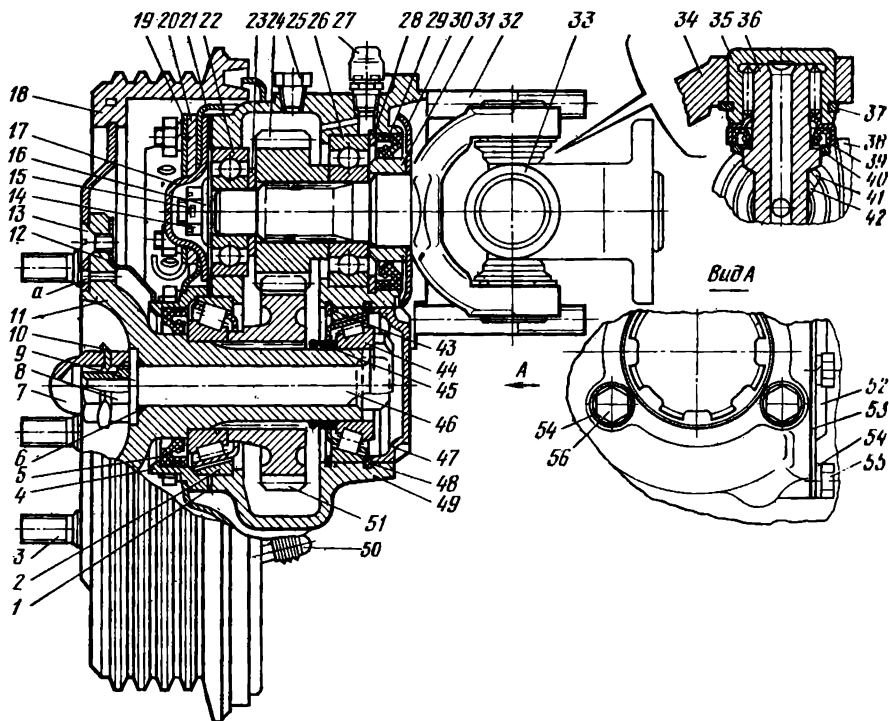
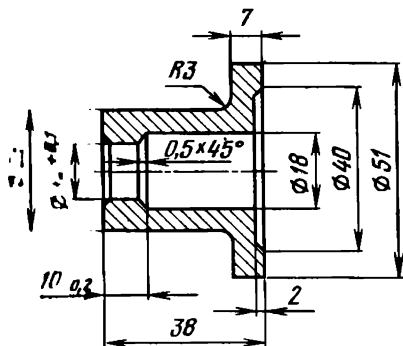
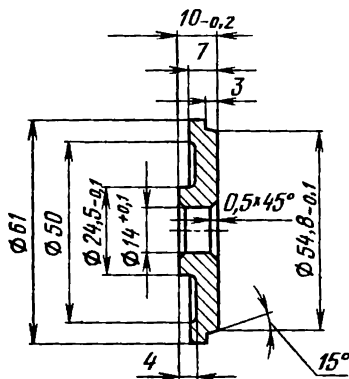
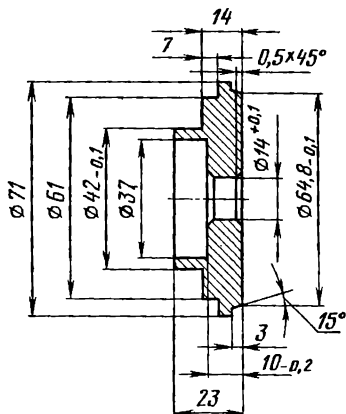

Рис. 145. Колесный редуктор:
Рис. 146. Оправка для выпрессовки и запрессовки наружного подшипника ведущего вала
Рис. 148. Оправка для запрессовки внутренних подшипников
Рис. 149. Оправка для запрессовки манжет и наружного подшипника вала
Колесный редуктор (рис. 145) состоит из двух прямозубых шестерен, установленных на валах и картере, отлитом из ковкого чугуна. Ведущая шестерня 24 установлена на шлицах ведущего вала 34, изготовленного за одно целое с ведомой вилкой карданного шарнира. Ведущий вал установлен на двух радиальных подшипниках 22 и 26 и удерживается от осевого перемещения стопорным кольцом 28. Ведомая шестерня 51 установлена на шлицах ведомого вала 11 и фиксируется на валу пружиной ведомой шестерни 13, которая обеспечивает возможность регулировки конических подшипников 2 и 44, на которых установлен ведомый вал редуктора. Регулировка зазора в конических подшипниках осуществляется с помощью болта 46 и гайки 8, которая стопорится шайбой 10 и гай-
**Замена масла** производится сразу после езды, пока масло находится в нагретом состоянии. Для ускорения слива масла, кроме пробки 55, необходимо вывернуть пробку 25 (см. рис. 145). Для удаления механических примесей, оседаемых на стенках картера редуктора, необходимо промыть редуктор. Для этого, завернув сливную пробку, следует залить в картер 0,08 л веретенного масла марки АУ ГОСТ 1642—75 и проехать на автомобиле 300...500 м. Затем промывочное масло нужно слить и заправить редуктор чистым маслом согласно химмотологической карте. Уровень масла в картере колесного редуктора должен быть не ниже нижней кромки контрольного отверстия, закрываемого болтом 56.
2. Отогнуть стопорную шайбу 10 (см. рис. 145) с грани гайки 7 и отвернуть гайку, снять шайбу 10;
Повреждение уплотнительного кольца 48 (см. рис. 145) или прокладки 53	Заменить поврежденные детали
отвернуть болт 55 (см. рис. 145), слить масло и очистить редуктор от пыли, грязи и масляных отложений;
при помощи оправки (рис. 146) и ручки 1 (см. рис. 136) выпрессовать подшипник 22 (см. рис. 145) внутрь картера и извлечь его из картера;
используя оправку 2 и ручку 1 (см. рис. 136), выпрессовать подшипник 26 (см. рис. 145) и наружное кольцо подшипника 44;
при необходимости замены манжеты 5 (см. рис. 145) выпрессовать ее из крышки 4.
Для разборки карданного шарнира необходимо: при помощи отвертки снять стопорные кольца 37 (см. рис. 145) и выпрессовать два противоположных корпуса игольчатых подшипников: один наружу, а другой внутрь вилки; корпус подшипника, запрессованный внутрь вилки, выпрессовать наружу. Такую же операцию следует произвести и со второй парой корпусов подшипников; снять с крестовины игольчатые подшипники, обойму с манжетой, отражатели 40, вывести крестовину из вилок кардана.
1. запрессовать в картер до упора подшипник 26 (см. рис. 145) и наружное кольцо подшипника 44, используя для этого оправку (рис. 148) и ручку 1 (см. рис. 136);
2. запрессовать наружное кольцо подшипника 2 с помощью оправки (рис. 149) и подшипник 22 с помощью оправки (см. рис. 146), используя при этом ручку 1 (см. рис. 136);
3. установить с помощью щипцов стопорное кольцо 28 (см. рис. 145),
запрессовать манжету 5 в крышку 4 и манжету 29 в картер с помощью оправки (см. рис. 149) и ручки 1 (см. рис. 136);
вложить в картер шестерни 24 и кольцо 51 (см. рис. 145), установить вилку 34, шестерню 24 и кольцо 23. Перед установкой вилки 31 подшипник 22 запрессовать заподлицо с внутренней плоскостью картера для облегчения установки шестерни 24;